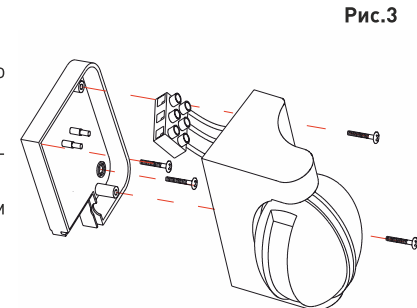

Рис.3
- 5.5 Зафиксируйте датчик на крепежном основании шурупом и подсоедините к сети. (См.рис.3)